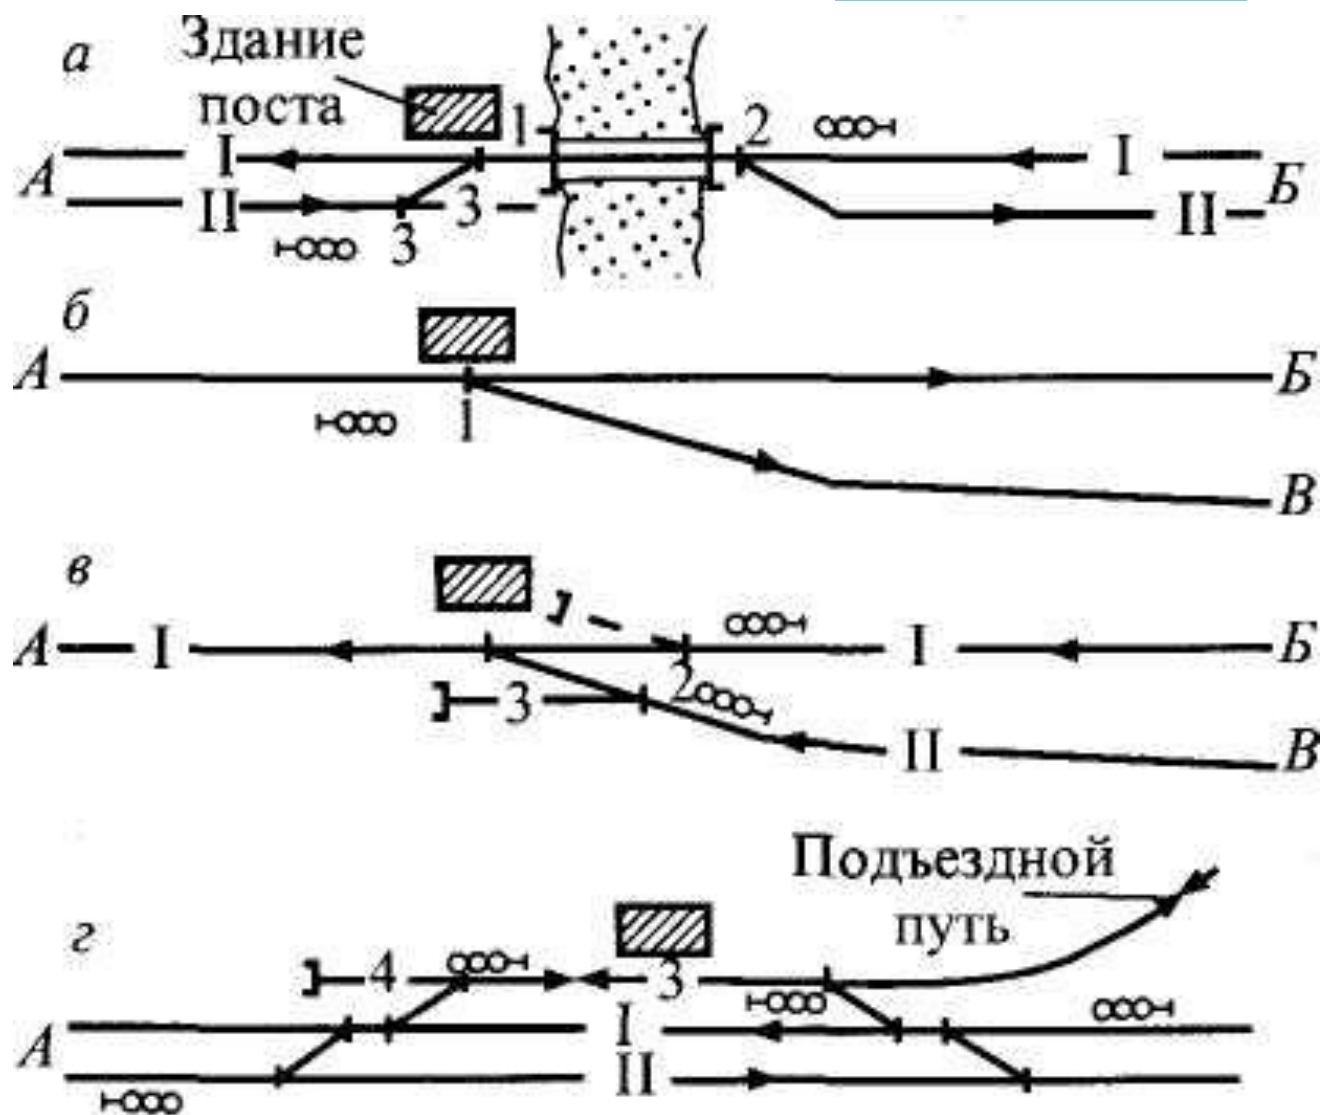

Рис. 3.1. Схемы путевых и вспомогательных постов
- Путевые посты устраиваются также в местах изменения числа главных путей, при разветвлении или слиянии главных путей в узле по роду движения или направлениям движения (рис. 3.1, б, в), при наличии крупных искусственных сооружений (мостов, тоннелей и др.), которые сохраняются однопутными на двухпутной линии (рис. 3.1, а). В этом случае путевой пост имеет небольшое путевое развитие: предохранительный тупик и съезд. Стрелками и сигналами управляет дежурный по посту.
- Вспомогательные посты предназначены для обслуживания пункта примыкания на перегонах подъездных путей. Такое примыкание делается в исключительных случаях с разрешения ОАО «РЖД». В отличие от путевых вспомогательные посты не являются отдельными пунктами для поездов, следующих по всему перегону. На рис. 3,1, г показана схема вспомогательных постов при примыкании подъездного пути на двухпутном перегоне. Вагоны в адрес подъездного пути поступают на станцию А, откуда подаются на подъездной путь. Если к перегону примыкает подъездной путь (рис. 3.1, г) и вагоны на нем длительное время находятся под погрузкой и выгрузкой, путь 3 предназначают для приема и отправления